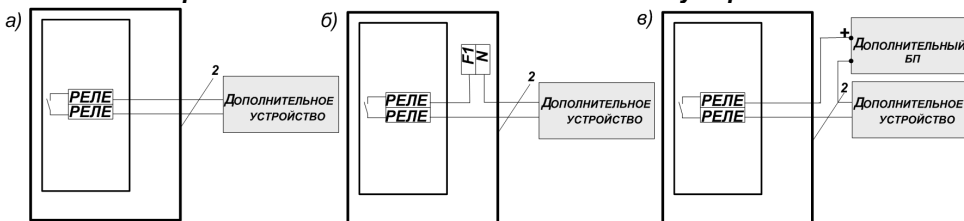

Рис.1
4.1 На внутренней стороне передней крышки и задней стенке металлического бокса находится рисунок, изображающий элементы коммутации и управления, которые определяют режим работы изделия. Вид рисунка изнутри приведен в Приложении В, Г к данному руководству (смотри Рис.1 для комплекта пультов «СИГНАЛ-11/2»).
- разметить и просверлить на монтируемой поверхности 4 крепежных отверстия диаметром 8мм в соответствии с Рис.1 Приложения Д;
2.1.2 Механический монтаж пульта «СИГНАЛ-2» следует выполнять аналогично монтажу пульта «СИГНАЛ-11» (разметка крепления указана на Рис.1 Приложения Е)
Электрический монтаж рекомендуется выполнять согласно Рис.1 Приложения В в приведенной ниже последовательности:
2.2.8 Подключить светозвуковой оповещатель охранной сигнализации к клеммам «РЕЛЕ» на плате «184», соблюдая полярность при подключении. Варианты подключения вспомогательных устройств смотри на Рис.1.
2.2.12 Подключить Дополнительные устройства 1/2 соответственно к «СИГНАЛ-11/2». Варианты подключения дополнительных устройств к релейным выходам пультов «СИГНАЛ-11/2» приведены на рис. 1